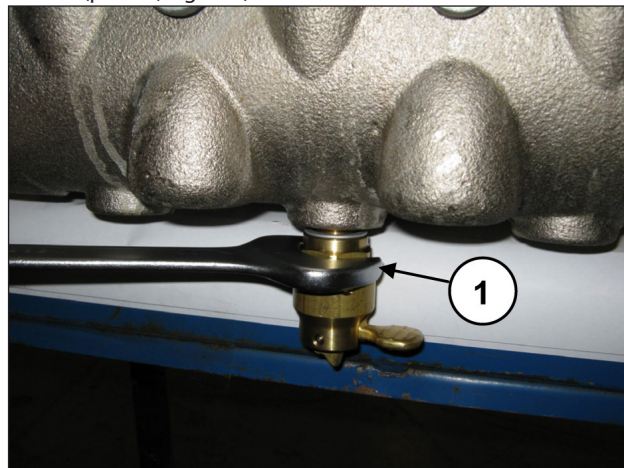

Fig. 103
Svitare il dispositivo apertura valvole mediante chiave da 30 mm (pos. ①, Fig. 103).